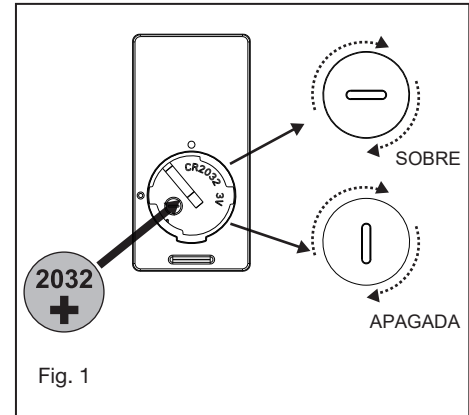

Fig. 1
1. Inserte el receptor en el soporte de montaje en el techo con el lado plano del receptor mirando hacia el techo. (Fig. 1) Para un mejor rendimiento, asegúrese de que la antena negra y la antena WIFI, en el extremo del receptor, permanezcan extendidas y no enredadas con ninguno de los cables eléctricos.
- 2 Quite uno de los tres tornillos del cubo de montaje ubicado en el motor del ventilador. Afloje los otros 2 tornillos. (No quitar) (Fig. 1) Pase los cables de luz a través del orificio central de la placa adaptadora.
Retire el panel del transmisor y luego instale una batería 2032 (incluida). Necesita usar una moneda para abrir o cerrar la tapa de la batería. Para evitar daños en el transmisor, retire la batería si no se usa durante largos períodos de tiempo (Fig.1)